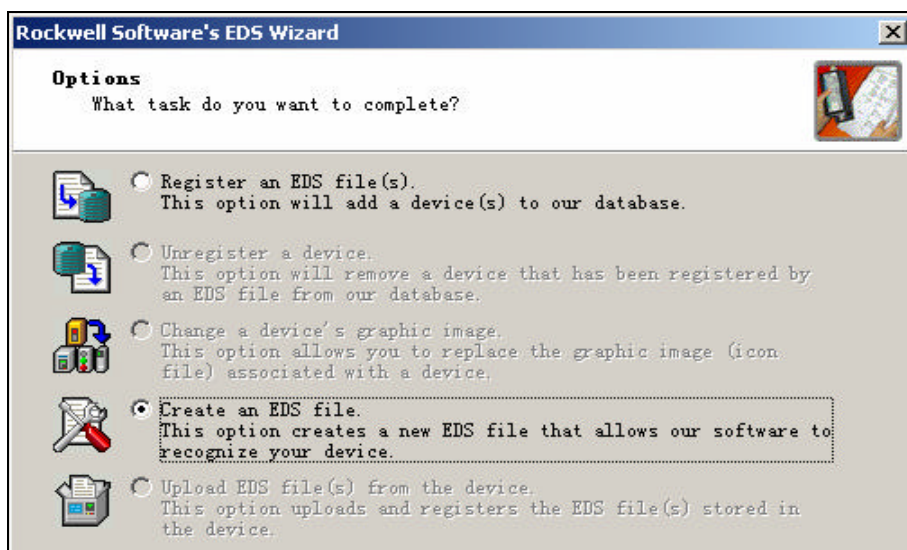

图 3-35 创建 EDS 文件
15. 单击 Next(下一步)，出现任务选择对话框，如图 3-35 所示。如果用户已获取 EDS 文件，选择 Register an EDS file(注册 EDS 文件)；否则，选择 Creat an EDS file(创建 EDS 文件)。